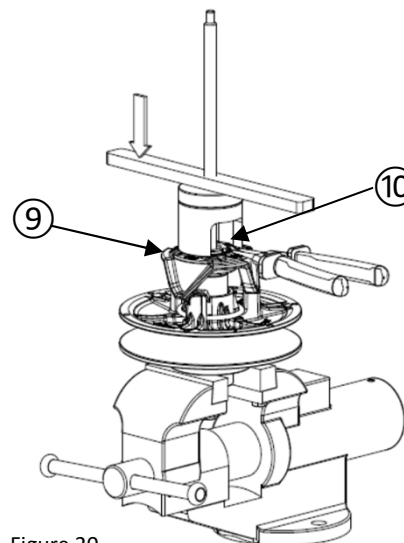

Figure 20
- Retirer l'anneau élastique ⑩ à l'aide de la pince à anneau élastique (figure 20).